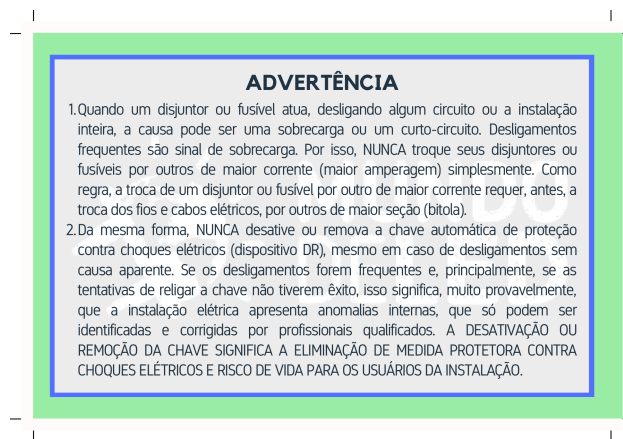

Figura 25 – Placa/ Adesivo de advertência para ser fixada no QD.
4. Advertência no quadro como Figura 25